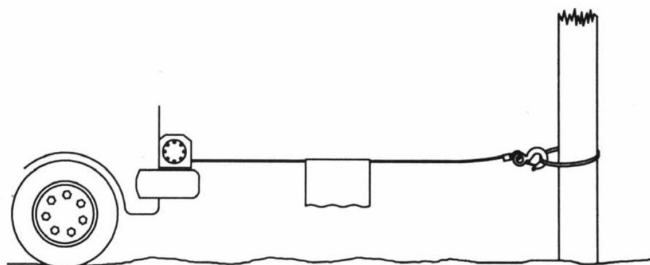

Figure 14
2. Lorsque vous tirez une charge, placez une couverture, une veste ou une bâche sur le câble métallique près de l'extrémité du crochet (voir Fig 14). Cela ralentira le retour en arrière d'un câble métallique cassé et aidera à prévenir des blessures graves. Relevez le capot pour protéger le pare-brise.